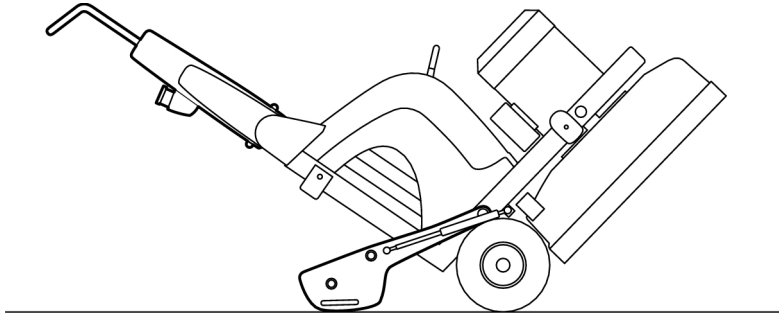

Figura 4-10. Dobrar para trás
3. Tombe a máquina para trás, com cuidado, até os pesos tocarem no piso, ver Figura 4-10, página 23.